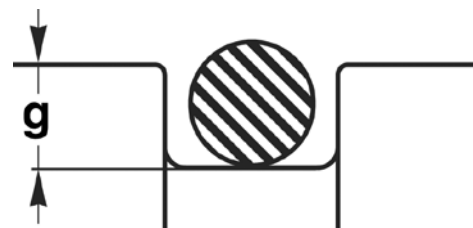

Bild 9.2
Das Funktionsprinzip wird in Bild 9.2 zusammengefasst:
- Die Dichtung wird in eine Nut eingeführt, deren Tiefe g kleiner als der Torusdurchmesser d ist (Bild 9.2).